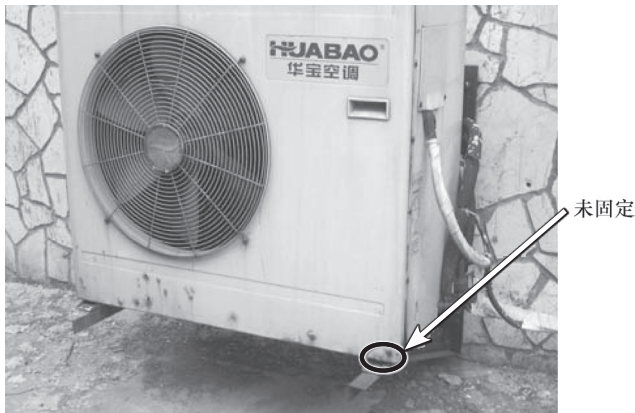

图 7-29 检查室外机底脚螺钉
6) 仔细观察室外机, 底脚只用 3 个固定螺钉, 后端有一个没有安装, 如图 7-29 所示, 室外机顶部稍微倾斜, 在没有装固定螺钉的底脚下面垫上 1 个螺母, 室外机水平, 试机已经正常。室外机只装 3 个螺钉的原因是支架左右距离太远, 后端两个底脚只能装上一个, 3 个螺钉固定紧后, 室外机稍微倾斜, 时间久了噪声大。